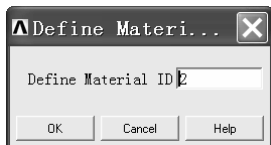
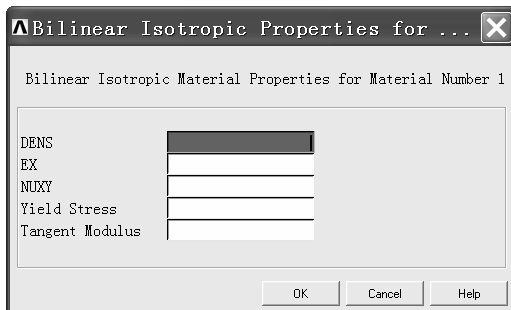

图 3-166 “Define Materi...” 窗口
图 3-167 “Bilinear Isotropic Properties for ...” 窗口
(3) 在“Bilinear Isotropic Properties for ...”窗口中的“DENS”方框处写入“7850”，在“EX”方框处写入“2.1e11”，在“NUXY”方框处写入“0.3”，在“Yield Stress”方框处写入“2e8”，在“Tangent Modulus”方框处写入“2e9”。以上输入表示材料的密度为  $7850\text{kg/m}^3$ ，杨氏模量为  $2.1 \times 10^{11}\text{Pa}$ （注意 2.1e11 表示  $2.1 \times 10^{11}$ ），泊松比为 0.3，屈服应力为  $2 \times 10^8\text{Pa}$ ，切线模量为  $2 \times 10^9\text{Pa}$ 。
(4) 单击“Bilinear Isotropic Properties for ...”窗口中的“OK”按钮。
(5) 单击“Define Material Model Behavior”窗口左上角处下拉菜单中的“Material”，再单击“New Model...”，出现“Define Materi...”窗口（见图 3-166）。
(6) 单击“Define Materi...”窗口中的“OK”按钮。
(7) 单击“Define Material Model Behavior”窗口中右边方框中的“Bilinear Isotropic”（打开“Bilinear Isotropic”的方法是单击“LS-DYNA”，再单击“Nonlinear”，再单击“Inelastic”，再单击“Isotropic Hardening”），出现“Bilinear Isotropic Properties for ...”窗口（见图 3-167）。
(8) 在“Bilinear Isotropic Properties for ...”窗口中的“DENS”方框处写入“7850”，在“EX”方框处写入“2.1e11”，在“NUXY”方框处写入“0.3”，在“Yield Stress”方框后写入“2e8”，在“Tangent Modulus”方框后写入“2e9”。
(9) 单击“Bilinear Isotropic Properties for ...”窗口中的“OK”按钮。
(10) 单击“Define Material Model Behavior”窗口右上角的叉号关闭该窗口。